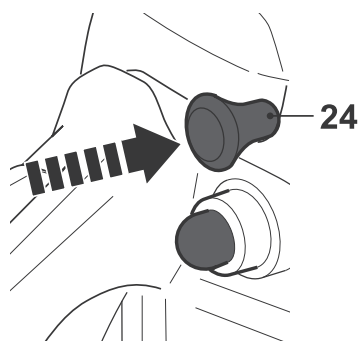

Fig. 25a
- > Empuje la palanca de ahogue hacia adentro (24) (Fig. 25a).
- > Para utilizar la motosierra, agarre el producto con ambas manos, con la mano izquierda sujetando el mango delantero (1) (no sostenga el freno de la cadena) y la mano derecha sujetando el mango trasero (11).